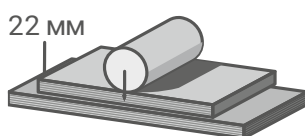

Рисунок 22
- 15.4 При перекачивании тяжёлого оборудования, снарядов и прочее необходимо использовать листы фанеры толщиной 22 мм, уложенных в два слоя с перехлёстом (см. Рисунок 22).